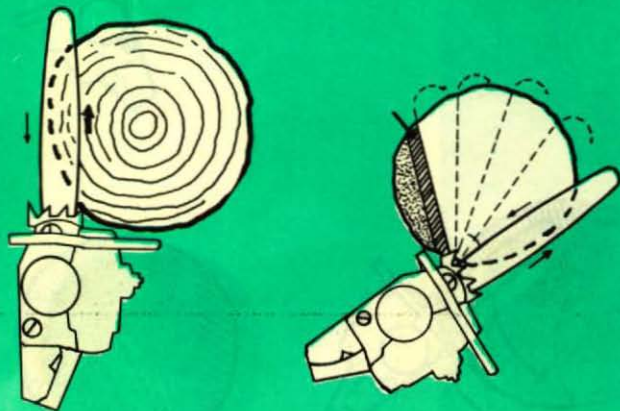

Figura 22
a) **El diámetro del árbol es menor que el largo de la barra:** el corte de dirección se hace con la cadena "empujando". De este modo se puede empezar el corte de volteo desde el mismo lugar, sin tener que cambiar la posición al otro lado del árbol. Se deben ahorrar movimientos. Figura 22